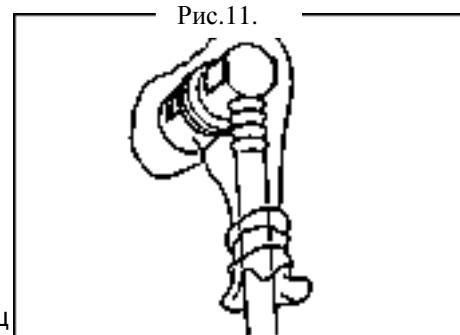

Рис.11.
- (1) Примите меры против утечек.
- (2) Разберите топливный шланг.
- (3) Полностью слейте масло из трубы.
- (4) Закройте топливную трубку пластиковым пакетом во избежание повреждения и попадания посторонних частиц (см.рис.11).
- (5) Установите контейнер под соединение.